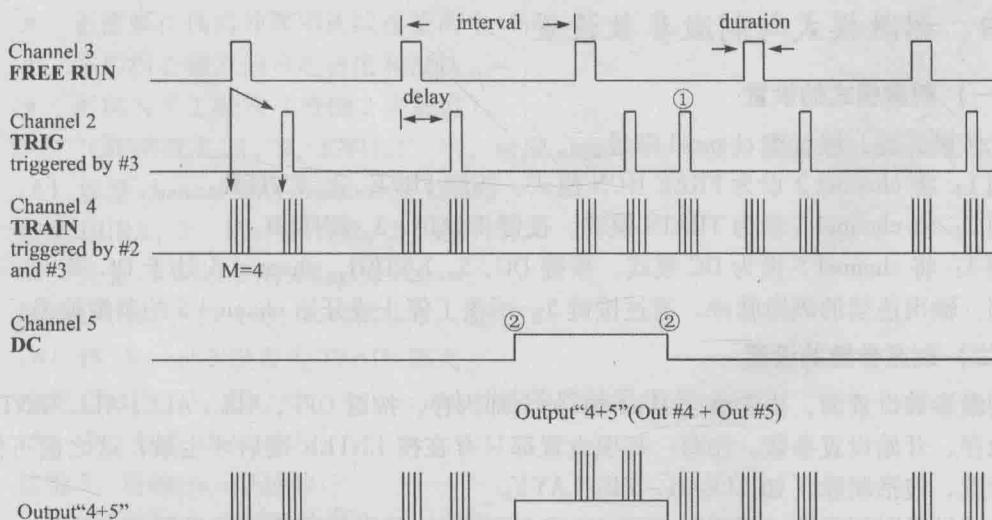

图 1-1-3 举例说明各种输出刺激脉冲的刺激模式与刺激参数
上述参数含义见图 1-1-2。图 1-1-3 的例子显示了 Master-8 是如何工作的, 解释见表 1-1-2。
注：图 1-1-3 中，①所显示的脉冲为外部或手动按键触发的脉冲；②所显示的脉冲为手动按键 5 触发的脉冲，第一次按键 5 触发脉冲的开始，再次按键 5 触发脉冲的结束。